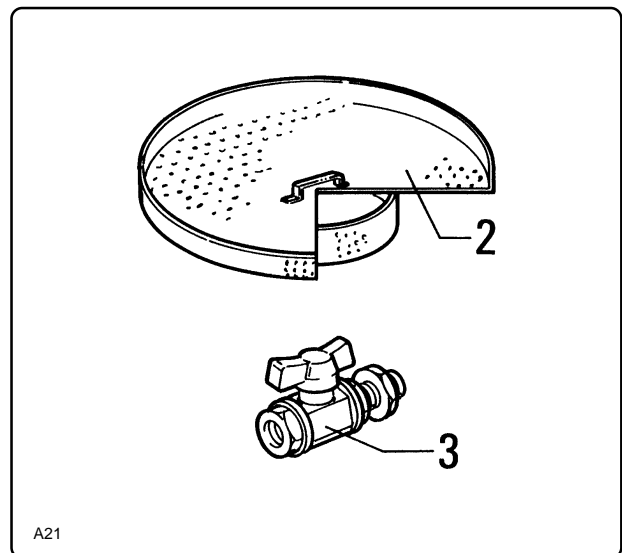

Fig. 6.10.2
6.10.2- Griglia di decantazione (fig. 6.10.2)
6.10.2 - Retention plate (fig. 6.10.2)